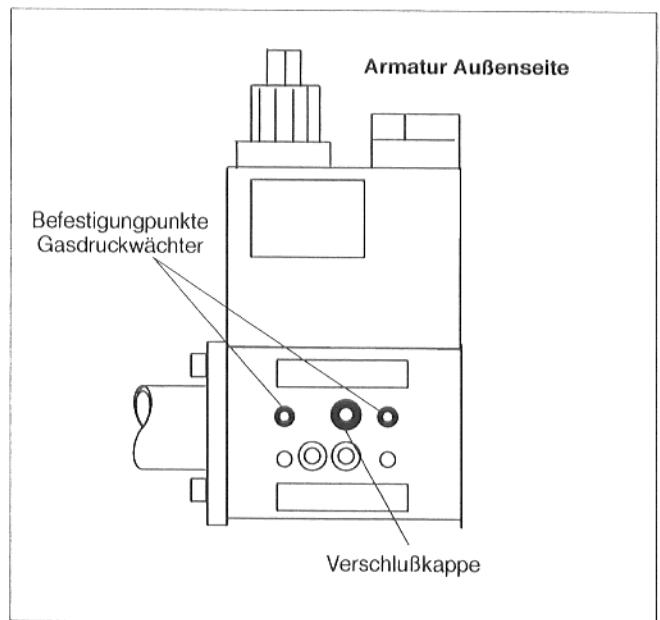
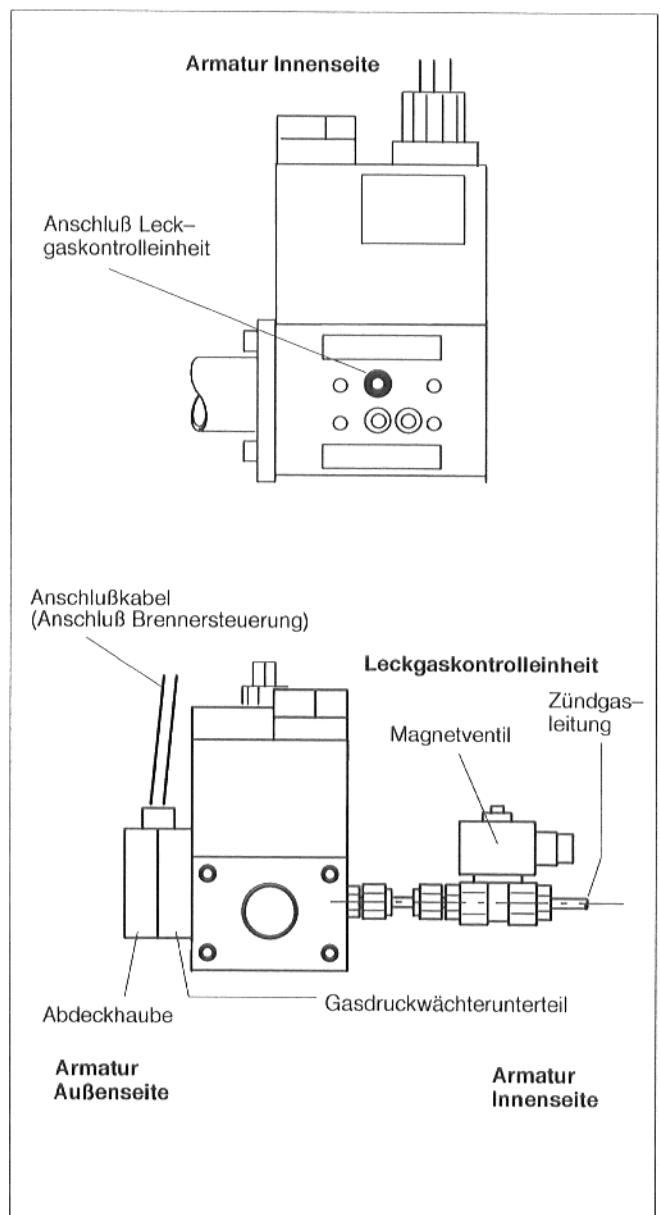

Abb.49: Armatur Außenseite
Abb.50
- Verschlußkappe Armatur (**Außenseite**) mit Inbusschlüssel herausdrehen (Abb. 49).
- Dem Gasdruckwächter beiliegenden O-Ring anstelle der Verschlußkappe einsetzen (Abb. 49).
- Gasdruckwächterunterteil mit beiliegenden Schrauben an der Armatur anbringen (Abb. 49). Das Anschlußkabel des Gasdruckwächters zur Brennersteuerung befindet sich dabei auf der **Oberseite** (Abb. 50).
- Leckgaskontrolleinheit an der Armatur (**Innenseite**) und am Zündbrenner anbringen (Abb. 50).